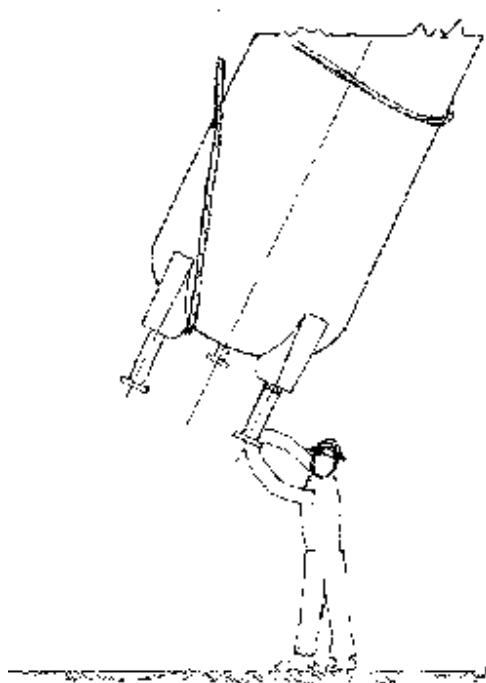

Fig. 23
4) MONTAGGIO DEGLI ALTRI SUPPORTI METALLICI (VEDI FIG. 23).